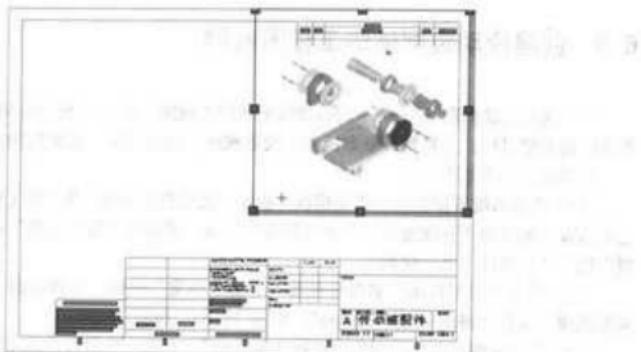

图 6-62 放置所选模型的等轴测视图
- (1) 选择系统所提供的工程图模板，新建一图纸格式为 A4 横向的工程图文件。根据需要可以设定相关的“系统选项”、“文件属性”选项，例如在“图纸属性”对话框的“投影类型”选项栏中选择“第一视角”。
- (2) 显示“模型视图”属性管理器，单击“浏览”按钮，在弹出的“打开”对话框中浏览到模型文件“传动装配体.sldasm”，单击“打开”按钮。
- (3) 在“视图定向”选项框中选择“等轴测”，点选“使用自定义比例”单选钮，选择“用户定义”后输入比例为 1: 10。
- (4) 在图纸的右上角单击左键即可放置所选模型的等轴测视图，本例中显示传动装配体的爆炸视图。单击视图工具栏中的 (上色) 工具，结果如图 6-62 所示。单击 (确定) 按钮，关闭“工程视图 1”属性管理器。